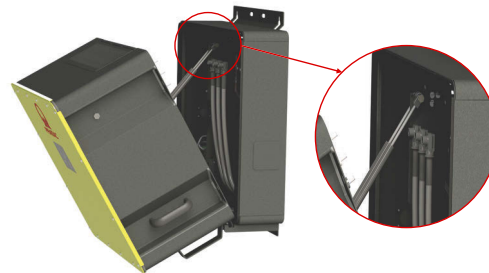

Abb. 18: Einhängen der Hydraulikzylinder an der Connection Box
3. Eine Person sollte den Wechselrichter halten, während die zweite die Hydraulikzylinder in den Schlitz der Connection Box einhängt (siehe Abb. 18).